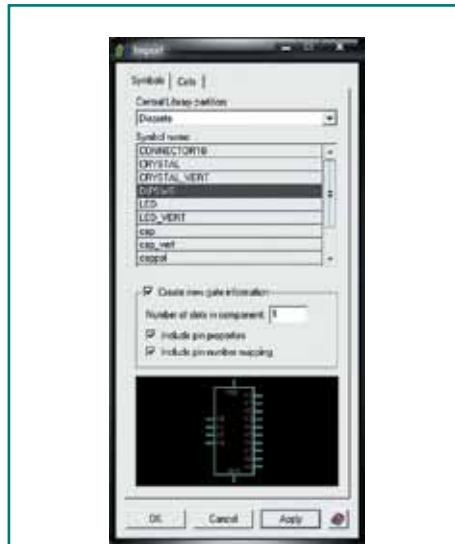

Рис. 5. Вкладка Symbols диалогового окна Import
- При помощи кнопки **Import** (в том случае, если символ уже создан, предпочтительнее произвести импорт символьной информации из раздела символов центральной библиотеки). Кнопка **Import** находится в поле **Symbol and symbol property list**. Также в этом поле есть еще две кнопки: **Delete** и **Undo Delete**, при помощи которых можно удалять из списка уже имеющиеся символы или отменять произведенную операцию удаления. После нажатия на кнопку **Import** откроется одноименное окно (рис. 5), разделенное на две вкладки: **Symbols** («Символы») и **Cells** («Посадочные места»). Для импорта условных графических обозначений из центральной библиотеки предназначена вкладка **Symbols**. В верхней части вкладки находится поле **Central Library partition** (раздел центральной библиотеки), в котором из выпадающего списка необходимо выбрать нужный раздел символов. После того как раздел выбран, в поле **Symbol name** отобразится список всех существующих символов данного раздела. Выбрать нужное условное графическое обозначение из списка имеющихся символов можно при помощи левой кнопки мыши, затем символ визуально отобразится в нижней части окна **Import**. Также в окне **Import** есть возможность задавать опции для вентилях компонента посредством установки флажка в чекбоксе **Create new gate information**, после чего становятся активными три следующих поля: